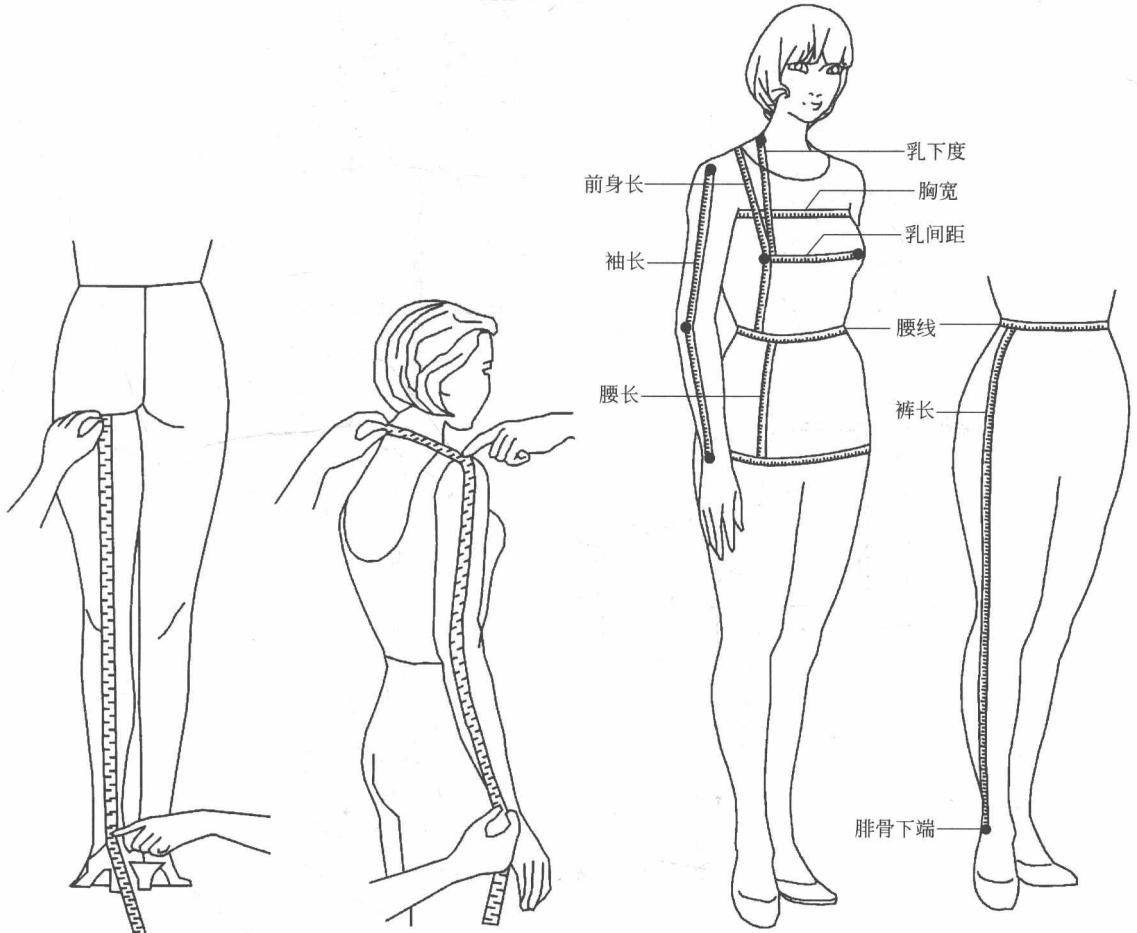

图 1-18 人体下
(16) 下裆长和立裆长 下裆长是在大腿根部轻轻按住皮尺测量到脚踝骨的长度。立裆长是在侧缝的长度中减去下裆的长度。立裆长也可以从腰部最细处量到大腿根处来确定。人体下立裆测量如图 1-18 所示。